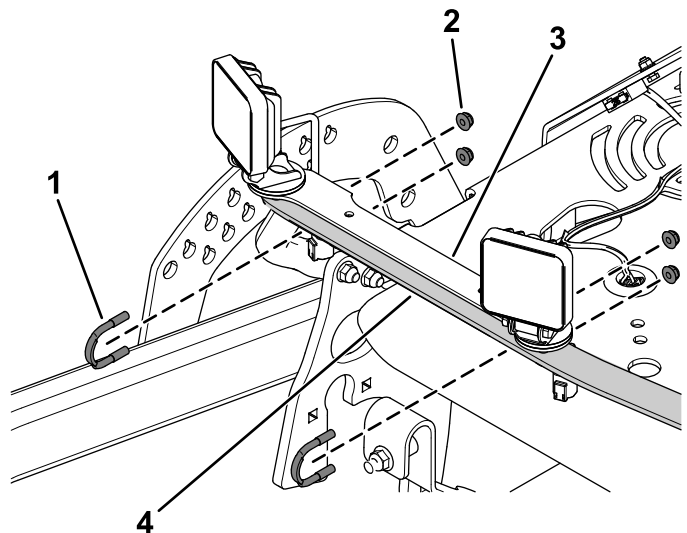

Рисунок 2
2. Прикрепите осветительный прибор в сборе к ограждению глушителя при помощи 2 зажимов осветительных приборов и 4 контргайек (1/4 дюйма), как показано на Рисунок 2.